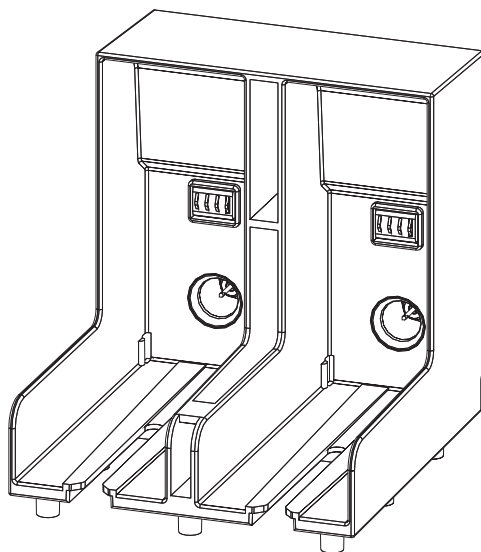

Figure 6-3: Encoche de support de cartouche
- 5 Insérez la cartouche d'encre neuve dans le support de cartouches en alignant la touche de la cartouche avec la bonne encoche du support (Figure 6-3 à la page 6-6).